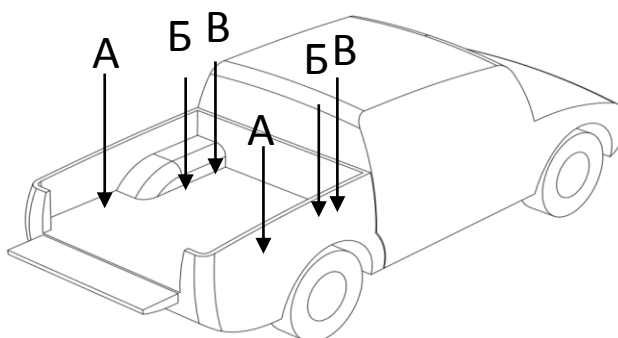

Рис.1
2. Вывернуть штатные болты А, Б и В из кузова автомобиля (рис.1).
3. Разместить на полу грузового отсека роликовые направляющие так, чтобы совпали крепежные отверстия (рис.1). **ВНИМАНИЕ! В случае несовпадения монтажных отверстий, необходимо ослабить болты крепления опорных «П-образных» кронштейнов, отрегулировать положение опорных кронштейнов и снова затянуть болты.**